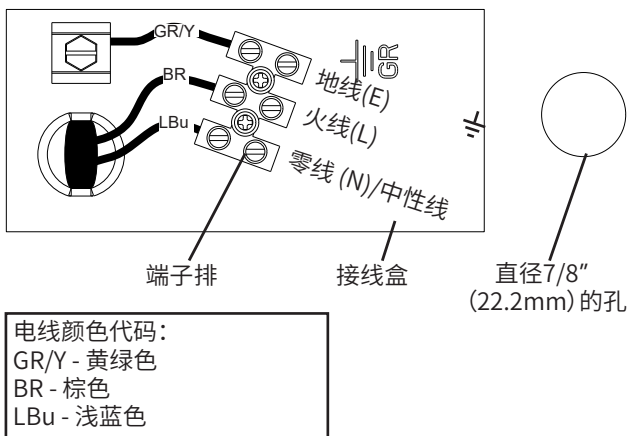

图7
- * 端子排上的中性点端子(浅蓝色线)必须连接电源的中性线,如图7所示。**警告!接线错误可能会导致制冰机严重损坏。**